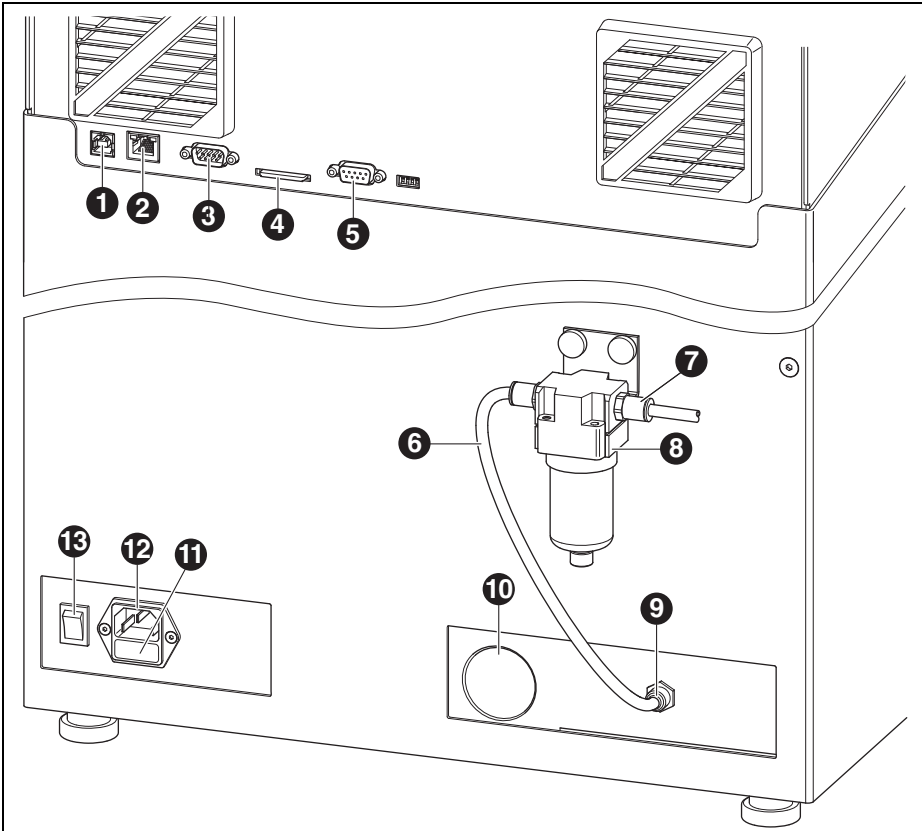

Bild 2 Översikt över enhetens baksida
- ▷ Dra ut utdragslådan under stickproppen ([1] bild 2 på sidan 7).